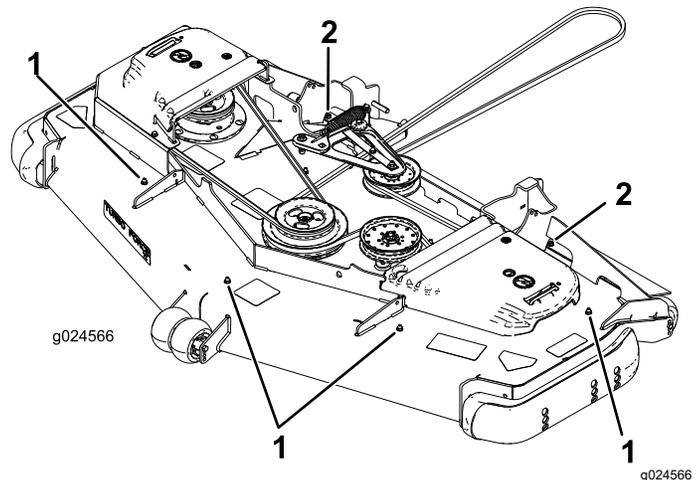

Figure 1
7. Retirez les 4 vis à tête hexagonale creuse (5/16" x 3/4") et les 4 écrous à embase (5/16") qui occupent les trous de montage exposés du plateau et de la fixation du pare-pneu de chaque côté (Figure 1).